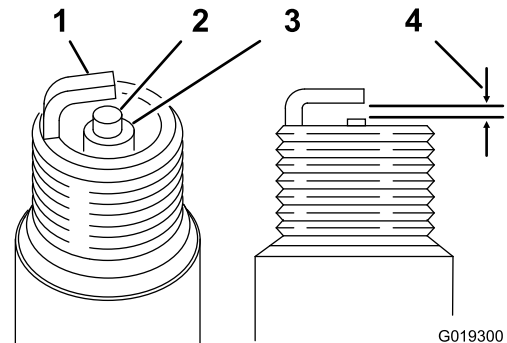

Figura 56
3. Verifique o estado dos eléctrodos lateral e central, bem como do isolante do eléctrodo central, certificando-se de que não se encontram danificados (Figura 56).
4. Ajuste a folga (Figura 56) existente entre os eléctrodos para 0,81 mm.